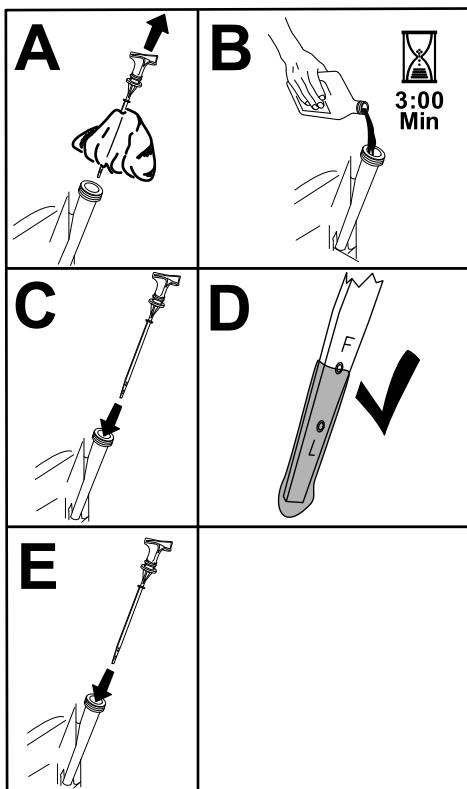

Figure 33
5. Versez avec précaution environ 80 % de la quantité d'huile spécifiée dans le goulot de remplissage (Figure 33).